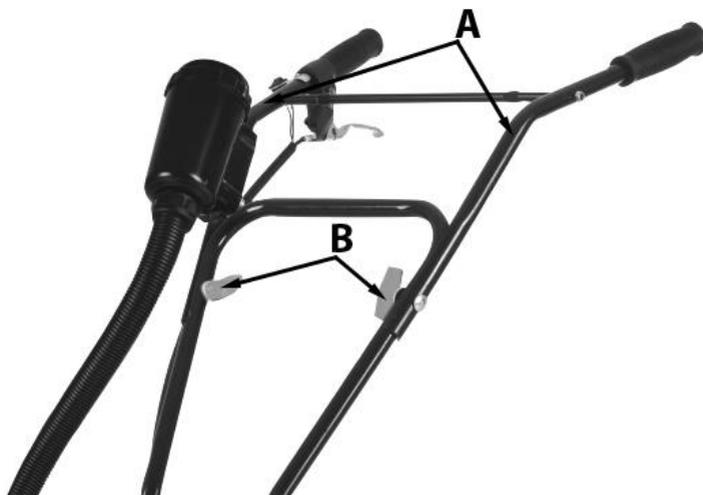

Рис. 5
Фиксирайте дясната и лявата работна дръжка (A) рис. 5 в средата на рамката. За целта използвайте
двете заключващи гайки, двата монтажни болта и двете пружинни шайби от монтажния комплект на култиватора (B) рис. 5. Не затягайте прекалено много гайките.